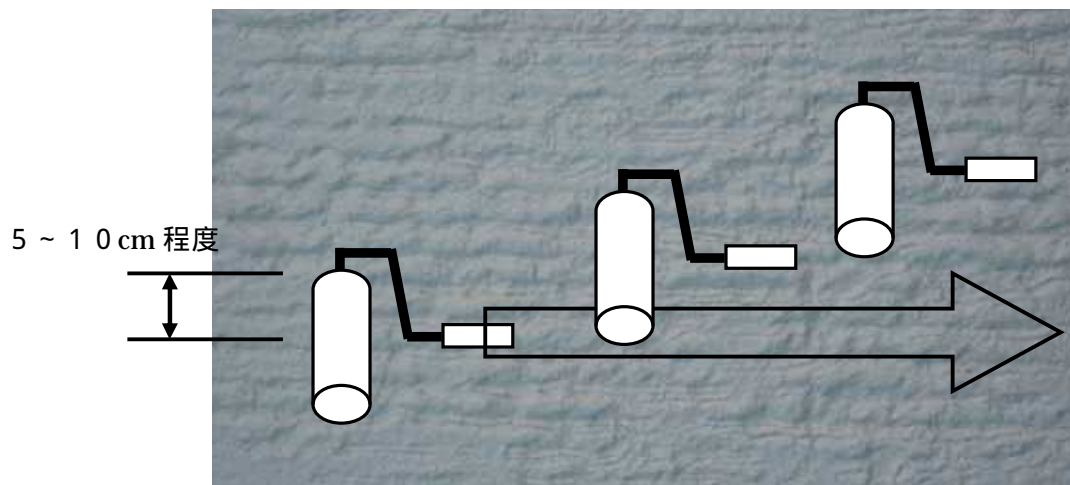

図3
- ・配り塗りしたJQ-500が乾燥しないうちに、JR-188を横方向に転がしパターン付けを行ってください(図3)。
隣のパターンと5～10cm程度、交差するようにローラーを転がしてください。(図3)